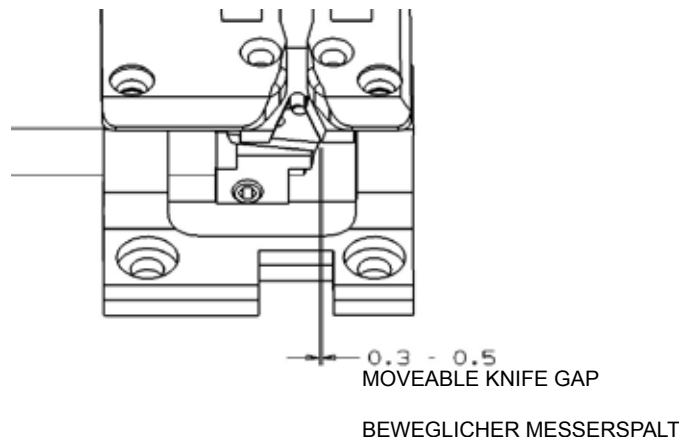

FIG. 1
Remove left end cover. Mount the electronic proximity switch (A) as shown in Fig. 1.
The feeler (C, D, Fig. 1) should not have any lateral play but should turn readily. For this, adjust the centering shaft (E, Fig. 2) with centering screw (F) and lock nut (G) accordingly.
Hang in tension spring (J, Fig. 1).
The feeler should be set at .236" (6.0 mm) (Fig. 1) between upper throat plate surface and upper edge of feeler at the bag entrance zone.
For adjustment loosen nut (K, Fig. 1) and turn-off screw (L), so that the head of screw does not contact the magnet in the magnet support stud. Loosen nut (M) and turn the feeler stop screw (N) in or out, as required, to adjust the correct feeler height.
NOTE: When the presser foot rests on the throat plate (feed dog below throat plate), the clearance between upper edge of feeler and lower edge of the feeler slot cut-out in the presser foot (see Fig. 1) should be approximately .040" (1 mm).
Secure the set feeler height with lock nut (M, Fig. 1).
The switching pressure on the feeler is set with screw (L, Fig. 1).
NOTE: The closer the head of screw (L, Fig. 1) to the magnet the higher the switching pressure on the feeler. Secure the position of screw (L) with lock nut (K).
The electrical switching point of the proximity switch (A, Fig. 1) is determined by screw (Q, Fig. 1). The distance between screw head and the face of the proximity switch is approximately 5/64" (2 mm) (see Fig. 1), when the feeler is in home position. This distance 5/64" (2 mm) is not exactly the same for all switches. Connect the machine electrically. With feeler in home position set the proper switching point as follows:
Loosen nut (P, Fig. 1). Turn screw (Q) away from switch, until the switch switches on. Then turn screw (Q) slowly towards the switch, until the switch switches off. Now turn screw (Q) a further ½ turn towards the switch. Secure this position of screw (Q) with lock nut (P).
Der Taster (C, D, Fig. 1) darf kein seitliches Spiel haben, muss sich aber ganz leicht drehen. Stellen Sie dazu die Zentrierachse (E, Fig. 2) mit dem Zentrierstift (F) und der Kontermutter (G) entsprechend ein.
Lösen Sie die Schraube (H, Fig. 2) und vermitteln Sie den Taster (C, D) durch seitliches Verschieben der Zentrierachse (E) im Stichplatten- und Drückerfußschlitz. Der Taster muss sich frei bewegen lassen. Ziehen Sie die Schraube (H) wieder an. Hängen Sie die Zugfeder (J, Fig. 1) ein.
Der Taster soll auf das Maß 6,0 mm (Fig. 1) zwischen Stichplattenoberfläche und Tasteroberkante in der Sackeinlaufzone eingestellt sein.
Zur Einstellung lösen Sie die Mutter (K, Fig. 1) und drehen die Schraube (L) soweit zurück, dass der Schraubenkopf den Magneten im Magnethaltebolzen nicht berühren kann. Lösen Sie die Mutter (M) und drehen Sie die Taster-Anschlagschraube (N) entsprechend ein oder aus bis die richtige Tasterhöhe erreicht ist.
BEACHTEN SIE: Wenn der Drückerfuß auf der Stichplatte aufliegt (Transporteur unter der Stichplatte), soll zwischen Oberkante Taster und Unterkante Tasteraussparung im Drückerfuß (siehe Fig. 1) ein Abstand von etwa 1 mm sein. Sichern Sie die eingestellte Tasterhöhe durch Kontern der Mutter (M, Fig. 1).
Der Schaltdruck am Taster wird mit der Schraube (L, Fig. 1) eingestellt. Drehen Sie die Schraube (L) langsam gegen den Magneten im Haltebolzen, bis der Schraubenkopf gerade am Magneten anliegt. Dann drehen Sie die Schraube ¼ Umdrehung zurück, so dass der Taster leichtgängig bleibt und der Schraubenkopf im Einflußbereich des Magneten liegt.
BEACHTEN SIE: Je näher der Schraubenkopf der Schraube (L, Fig. 1) am Magneten ist, um so höher ist der Schaltdruck am Taster. Sichern Sie die Stellung der Schraube (L) durch Kontern der Mutter (K).
Mit der Schraube (Q, Fig. 1) wird der elektrische Schalterpunkt des Annäherungsschalters (A, Fig. 1) bestimmt. Der Abstand zwischen Schraubenkopf und Stirnfläche des Näherungsschalters beträgt in Ruhestellung des Tasters etwa 2 mm (siehe Fig. 1). Dieser Abstand von 2 mm ist nicht bei allen Schaltern genau gleich. Schließen Sie die Maschine elektrisch an. Der genaue Schalterpunkt wird in Ruhestellung des Tasters wie folgt eingestellt: Lösen Sie die Mutter (P, Fig. 1). Drehen Sie die Schrauben (Q) vom Schalter weg bis der Schalter einschaltet. Dann drehen Sie die Schraube (Q) langsam zum Schalter hin bis der Schalter ausschaltet. Drehen Sie dann die Schraube (Q) noch ½ Drehung weiter zum Schalter hin. Sichern Sie die Stellung der Schraube (Q) durch Kontern der Mutter (P).
When the air cylinder for the chain cutter (R, Fig. 1) is not activated and the chain cutter (R) is in its home position below the throat plate, the knife tips of the chain cutter (R) should be positioned .020" (0.5 mm) below the throat plate top surface. To obtain this setting, adjust the knife drive lever (S, Fig. 2) and secure this position by tightening the two screws (T, Fig. 2).
In cutting position, above the throat plate, the cutting edges of the chain cutter (R, Fig. 1) should overlap by .012" (0.3 mm) when nut (U, Fig. 2) on the piston rod of the air cylinder butts on the hexagon head stop screw (V).
Wenn der Luftzylinder für die Kettenschere (R, Fig. 1) nicht aktiviert ist und die Kettenschere (R) in ihrer Ausgangslage unter der Stichplatte ist, sollen die obersten Messerkanten der Kettenschere (R) etwa 0,5 mm unter der Stichplattenoberfläche stehen. Stellen Sie dazu den Messerantriebshebel (S, Fig. 2) entsprechend ein und sichern Sie die Stellung durch Festziehen der zwei Schrauben (T, Fig. 2).
In Schneidstellung über der Stichplatte sollen sich die Messerschneiden der Kettenschere (R, Fig. 1) etwa 0,3 mm überlappen, wenn die Mutter (U, Fig. 2) auf der Kolbenstange des Luftzylinders an der Sechskant-Anschlagschraube (V) anschlägt.